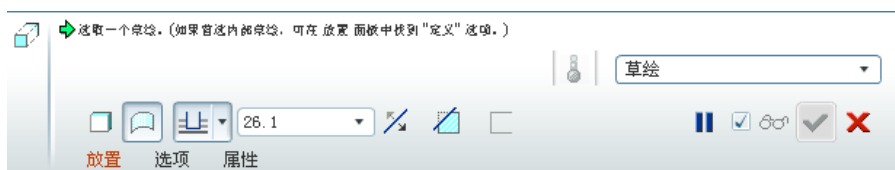

图 6.3.2 拉伸特征操控板
Step2. 单击 “拉伸” 命令按钮 , 此时系统弹出拉伸特征操控板, 如图 6.3.2 所示。